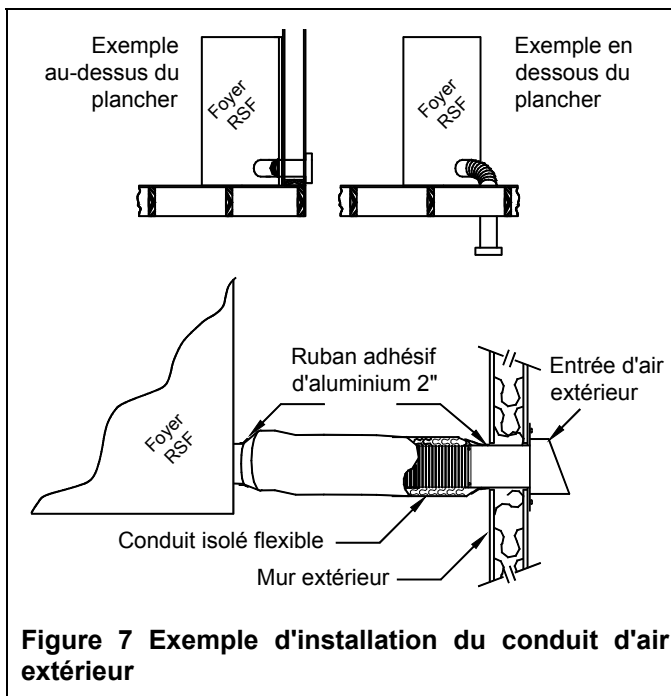

Figure 7 Exemple d'installation du conduit d'air extérieur
1. Trouvez un endroit pratique pour le conduit flexible isolé et l'entrée d'air extérieur. L'entrée d'air extérieur peut être localisée en dessous ou au-dessus du niveau du plancher (voir Figure 7).